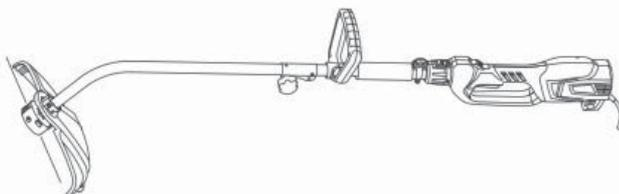

Fig. 14
- Tourner la perche de 180° pour la placer dans la position désirée (Fig. 14).